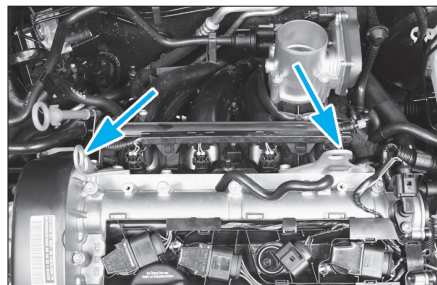

Fig. 35
- Réaliser un montage de soutien sur les deux crochets comme illustré (Fig.35) et .